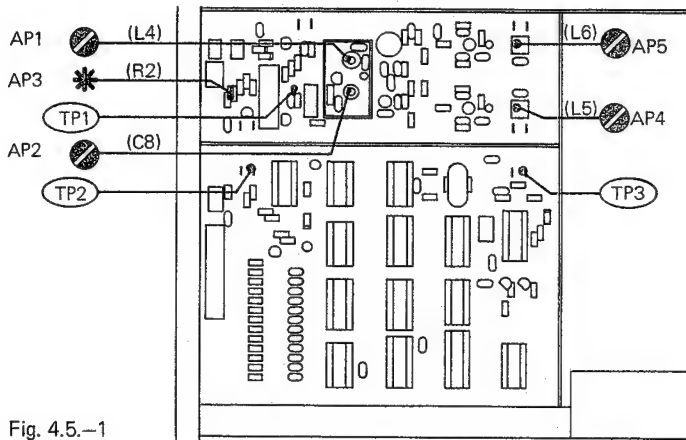

Fig. 4.5.-1
4.5.1. Gerät einschalten. Stationstaste 1 drücken (87.50 MHz). Mit Spulenkern AP1 (L4) eine Nachstimmspannung von $4,5 \text{ V} \pm 0 \text{ V}$ einstellen (Fig. 4.5.-1).
4.5.1. With the tuner switched on, press station selector 1 (87.50 MHz). Adjust the slug in coil AP1 (L4) until a tuning voltage of $4.5 \text{ V} \pm 0 \text{ V}$ is obtained (fig. 4.5.-1).
4.5.1. Enclenchez l'appareil. Appuyez sur la touche de station 1 (87.50 MHz). Réglez le noyau AP1 (L4) pour obtenir une tension d'accord de $4,5 \text{ V} \pm 0 \text{ V}$ (fig. 4.5.-1).